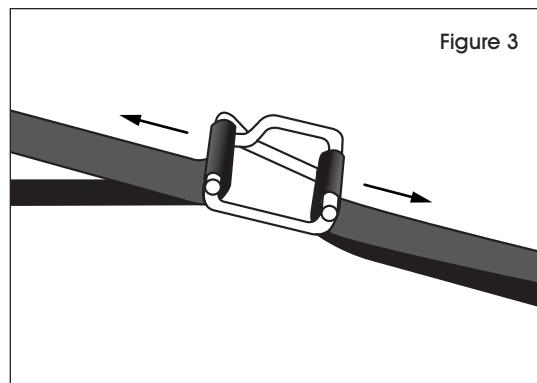

Figure 3
3. Pull both top ends of strapping in opposite directions to manually tighten. (See Figure 3)
3. Tirez les deux extrémités supérieures du feuillard dans la direction opposée pour le serrer manuellement. (Voir Figure 3)